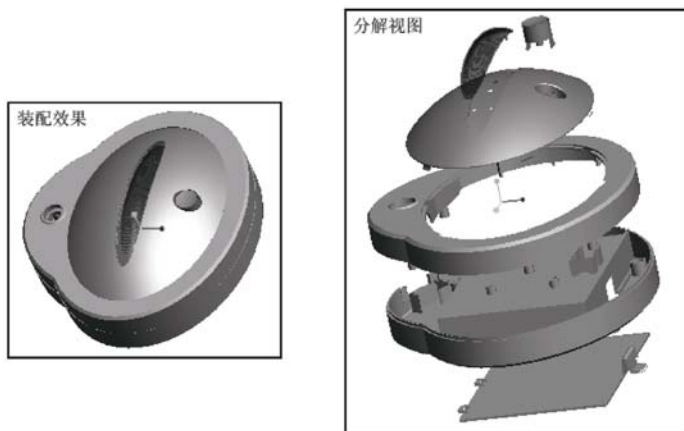

图 11-81 创建分解视图
- (1) 如何新建一个组件设计文档？在装配模式中可以进行哪些重要的设计工作？
- (2) 放置约束和连接装配分别用在什么场合？它们分别包括哪些具体的类型？
- (3) 在组件中装配相同零件的方法主要有哪几种？分别说出这些装配方法的操作思路及其步骤，可以举例辅助说明。
- (4) 在组件中替换元件（零部件）的形式包括哪几种？
- (5) 什么是分解视图？如何使用视图管理器来创建和保存命名的分解视图？
- (6) 如何在组件中创建平面剖面？
- (7) 有哪些关于组件模型分析的命令？
- (8) 上机操作：为本章 11.2 节范例完成的灯具底座组件创建分解视图，如图 11-81 所示。